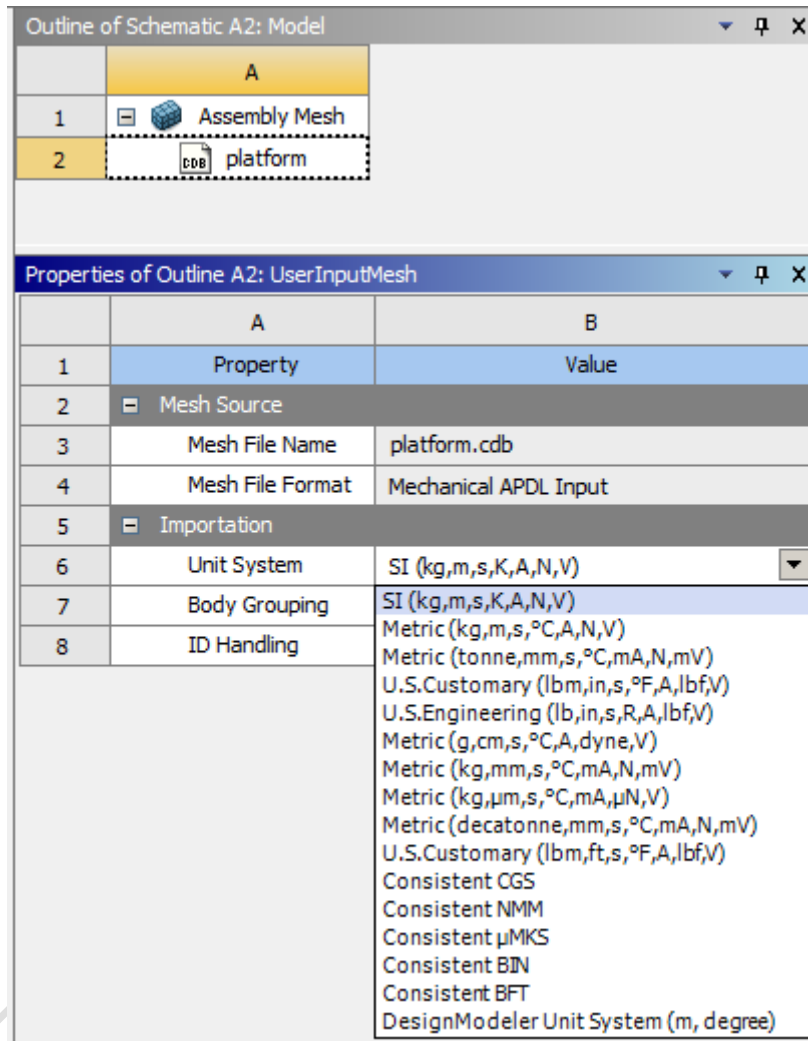

图 2.4
6. 选中 **Model** 点右键，选择 **Manage Input Meshes**，选择 **SI** 国际单位制，如图 2.4 所示。